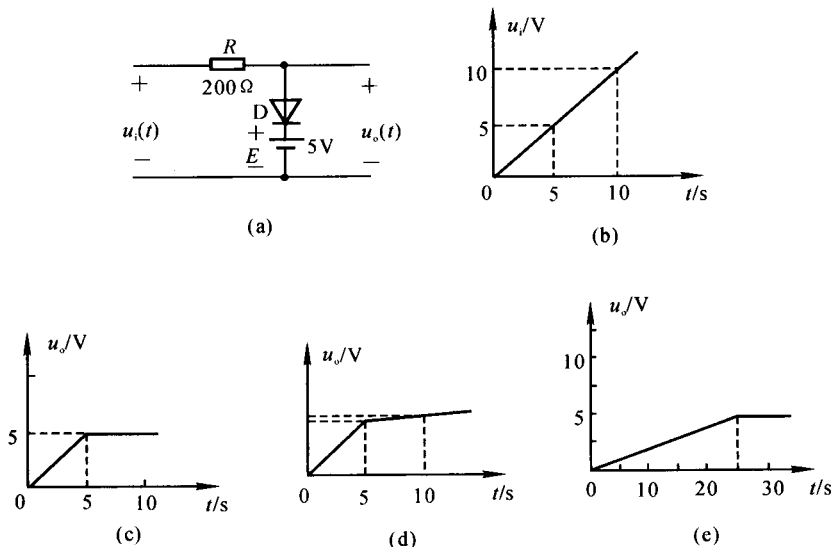

图 1.3.1
1.3.1 图 1.3.1(a) 为二极管限幅电路, $u_i(t)$ 波形如图 1.3.1(b) 所示。
- (1) 视二极管 D 为理想二极管时,画出 $u_o(t)$ 的波形。
- (2) 二极管导通压降为 0.7 V ,内阻 $r_d = 20\ \Omega$ 时,画出 $u_o(t)$ 的波形。
- (3) 二极管为理想二极管,但 $u_o(t)$ 两端并接 $50\ \Omega$ 电阻,画出 $u_o(t)$ 波形。
解 (1) 由图 1.3.1(b) 可得, $u_i(t) = t\text{ V}$ 。当 $t \leq 5\text{ s}$ 时, $u_i(t) \leq 5\text{ V}$, D 截止,有 $u_o(t) = u_i(t)$ 。当 $t > 5\text{ s}$ 时, D 导通, $u_o(t) = 5\text{ V}$, $u_o(t)$ 波形如图 1.3.1(c) 所示。
(2) 当 $u_i(t) \leq 5.7\text{ V}$ 时, D 截止, $u_o(t) = u_i(t)$ 。当 $t > 5.7\text{ s}$ 时, D 导通,则
$u_o(t)$ 波形如图 1.3.1(d) 所示。
当 $t > 25\text{ s}$ 时, D 导通, $u_o(t) = 5\text{ V}$, $u_o(t)$ 波形如图 1.3.1(e) 所示。